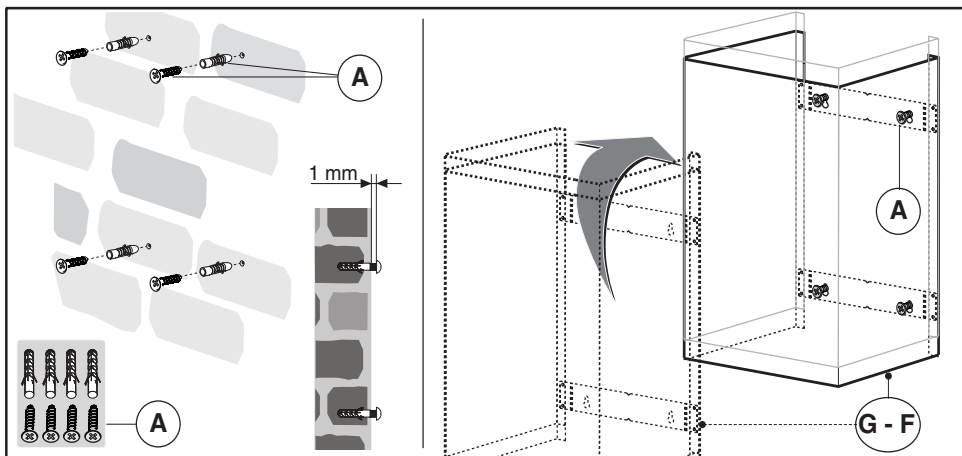

Fig.4
- Emboîtez le raccord supérieur F dans le raccord inférieur G et accrochez les cheminées décoratives au mur, comme illustré fig. 4.